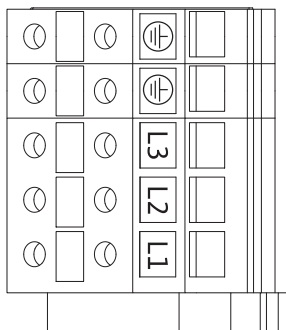

Fig. 25: Ακροδέκτες ισχύος (Ακροδέκτες σύνδεσης ηλεκτρικού δικτύου)
- Ακροδέκτες ισχύος (σύνδεσης ηλεκτρικού δικτύου) (Fig. 25)